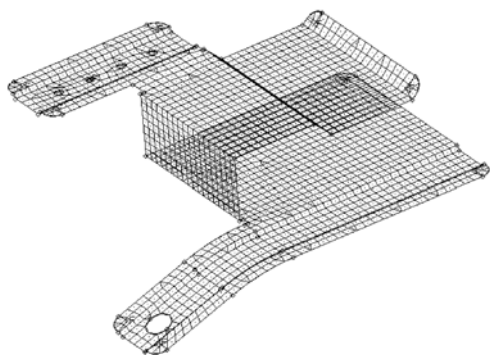

图 4-13 模型中边倒圆位置
- (1) 进入 defeature 面板。
- (2) 进入 edge fillets 子面板。
- (3) 选择 surfaces>Displayed。
- (4) 在 min radius 栏中输入 1.0。
- (5) 设置面板下方按钮为 all，查找所有符号条件的边倒圆。
- (6) 单击 find 搜索模型中所有的半径大于或等于 1 的边倒圆，满足条件的边倒圆均用 F 标识，如图 4-13 所示，半径线标识圆角起点和终点。
- (7) 单击 remove 删除选中的边倒圆。